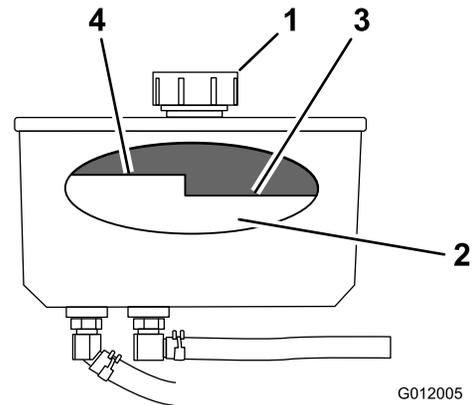

図 72
4. 油圧オイルタンクの注油口周辺をきれいに拭く 図 72。
5. 給油口からキャップを取る 図 72。
注 オイルが暖かいとき、高温時FULLレベルの下まであれば適正である 図 72。